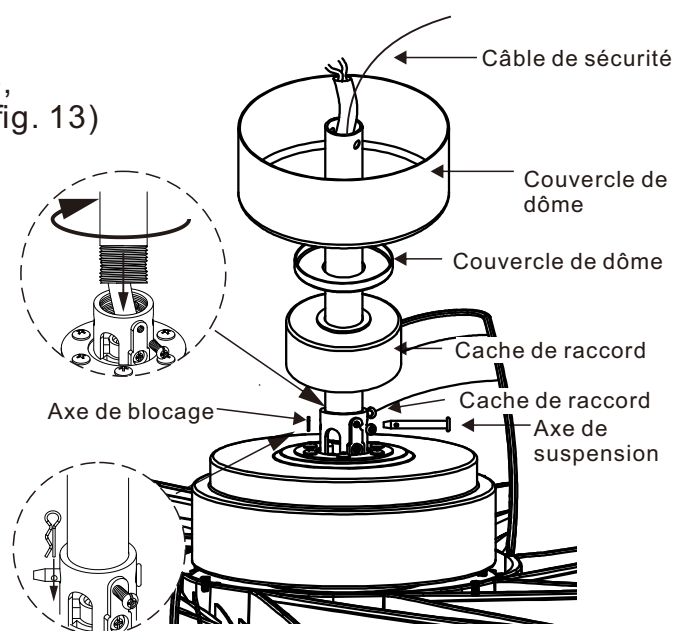

Figure 13
Étape 5 : Faire passer les câbles sortant du haut du moteur du ventilateur à travers le couvercle d'accouplement, le couvercle du dôme et le dôme, puis à travers la bague/tige de suspension. (Voir fig. 13)
Étape 6 : Vissez la tige de suspension dans l'accouplement du moteur jusqu'à l'alignement des trous de la tige et de l'accouplement. Insérez délicatement la goupille de suspension à travers les trous du collier et de la tige, en évitant tout contact avec les câbles à l'intérieur. Enfin, enclenchez la goupille de verrouillage dans le trou terminal jusqu'au "clic" de verrouillage, comme illustré dans le détail circulaire (Voir fig. 13).
Étape 7 : Serrez fermement les deux vis de fixation sur la tige de suspension au niveau de l'accouplement. (Voir fig. 13)